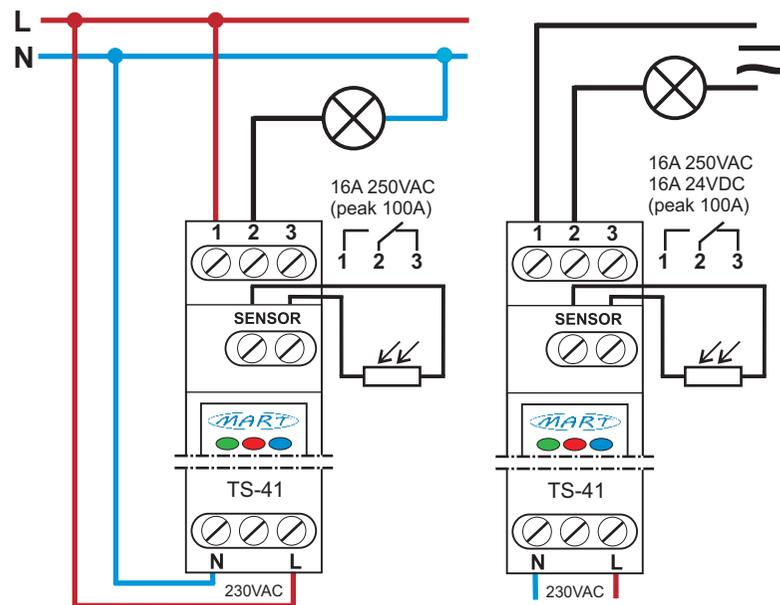

Bild 2: Anschlussschema des Dämmerungsschalters TS-41-4
3. Schließen Sie die Verkabelung gemäß Schema an (Bild. 2)